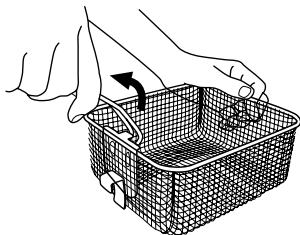

Fig.6
- Sacar la cesta y acoplar el mango, haciéndolo pivotar hasta que las varillas entren en su alojamiento (Fig. 6).